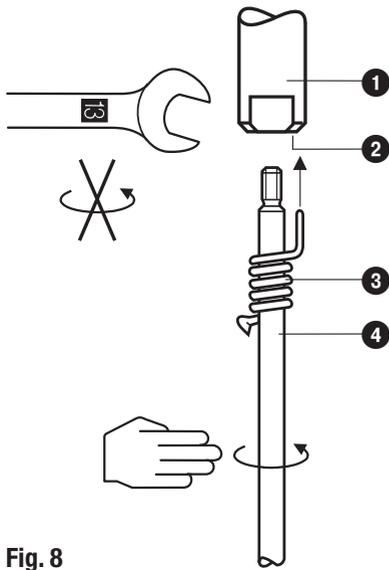

Fig. 8
1. Visser la tige d'électrode ④ dans l'électrode de mesure ①. **Fig. 8**
3. Repérer la dimension sur la tige d'électrode ④.
4. Dévisser la tige d'électrode ④ de l'électrode de mesure ① et raccourcir la tige.
5. Après examen visuel, visser à fond la tige ④ dans l'électrode de mesure ①. Glisser le ressort de sécurité ③ sur la tige d'électrode ④ jusqu'à ce qu'il soit fixé dans l'orifice ②.